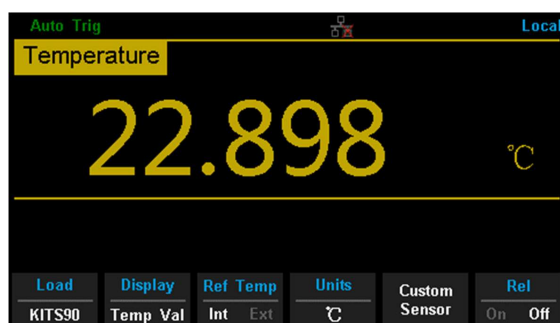

図 2-27 温度測定インターフェース
1. 前面パネルの **Temp** を押して温度測定インターフェースに入ります（図 2-27 参照）。